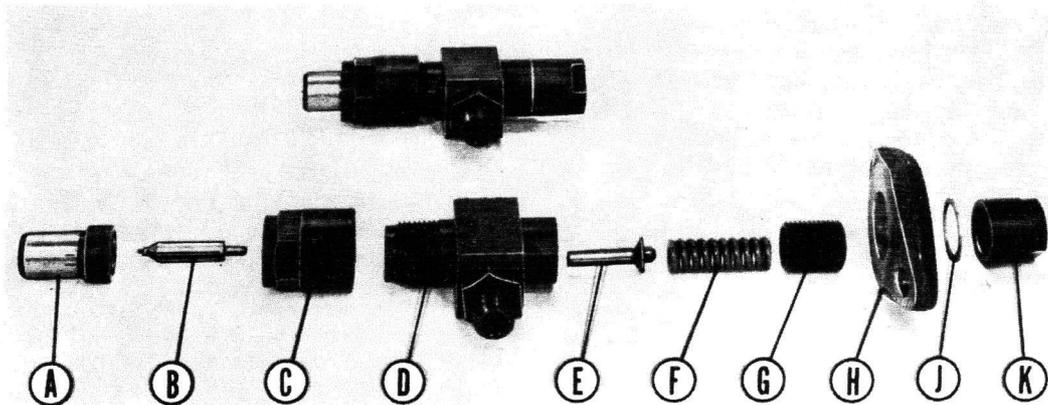

Fig. 3
- 2° Placer sur le porte-injecteur la bride de serrage, la face convexe côté culasse (rep. H, fig. 3).